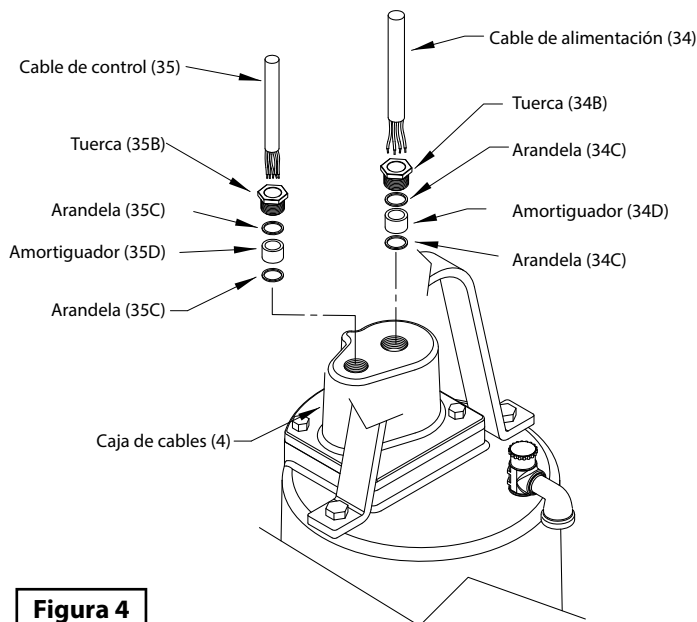

Figura 4
Verifique el cable de alimentación (34) y el cable de sensores (35) por grietas o daños, y reemplace la cubierta completa (4) si es necesario (Vea la figura 4).
Retire las tuercas (34B) y (35B), arandelas (34C) y (35C), y amortiguadores (34D) y (35D) de la cubierta para cable (4), inspeccione y reemplace si está dañado (vea la figura 4). Vuelva a ensamblar insertando su amortiguador, arandelas y tuerca dentro de la cubierta para cable. Apriete la tuerca con un torque de 15 lbs-plg para evitar fugas.